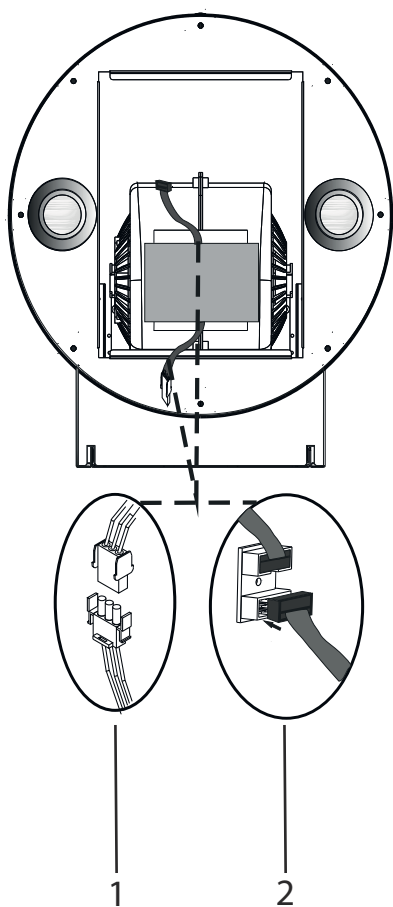

Fig. 16
7. ➤ Anslut kablarna (Fig. 16). Installera aluminium-fettfiltret.